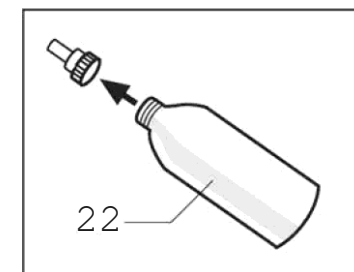

Fig. 2
Svitare il tappo presente sulla bottiglia (22) in dotazione; riempire la bottiglia preferibilmente con acqua demineralizzata; chiudere nuovamente la bottiglia utilizzando il tappo in dotazione. (Fig. 2)